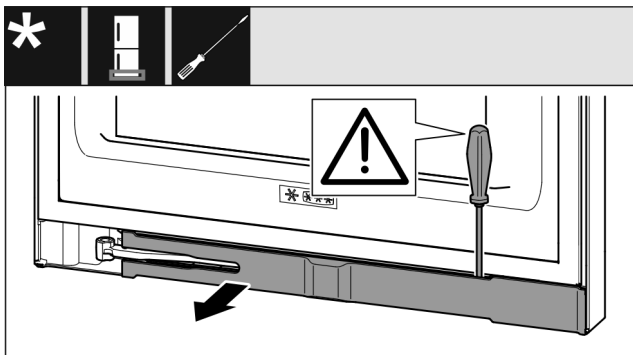

Fig. 13
- ▶ Avaa paneelin ruuvit uraruuvimeisselillä ja käänä paneeli sivuun Fig. 13 ().